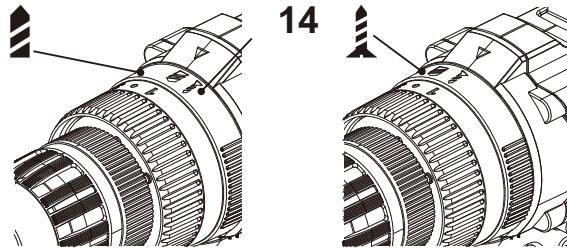

Fig. 7
Estão disponíveis três modos de trabalho nesta ferramenta: perfuração, aparafulamento e perfuração de impacto. Para seleccionar qualquera um dos três modos, rode o anel de selecção da função (14), para alinhar a seta com o ícone da broca/porca/martelo na caixa. (Fig. 7).